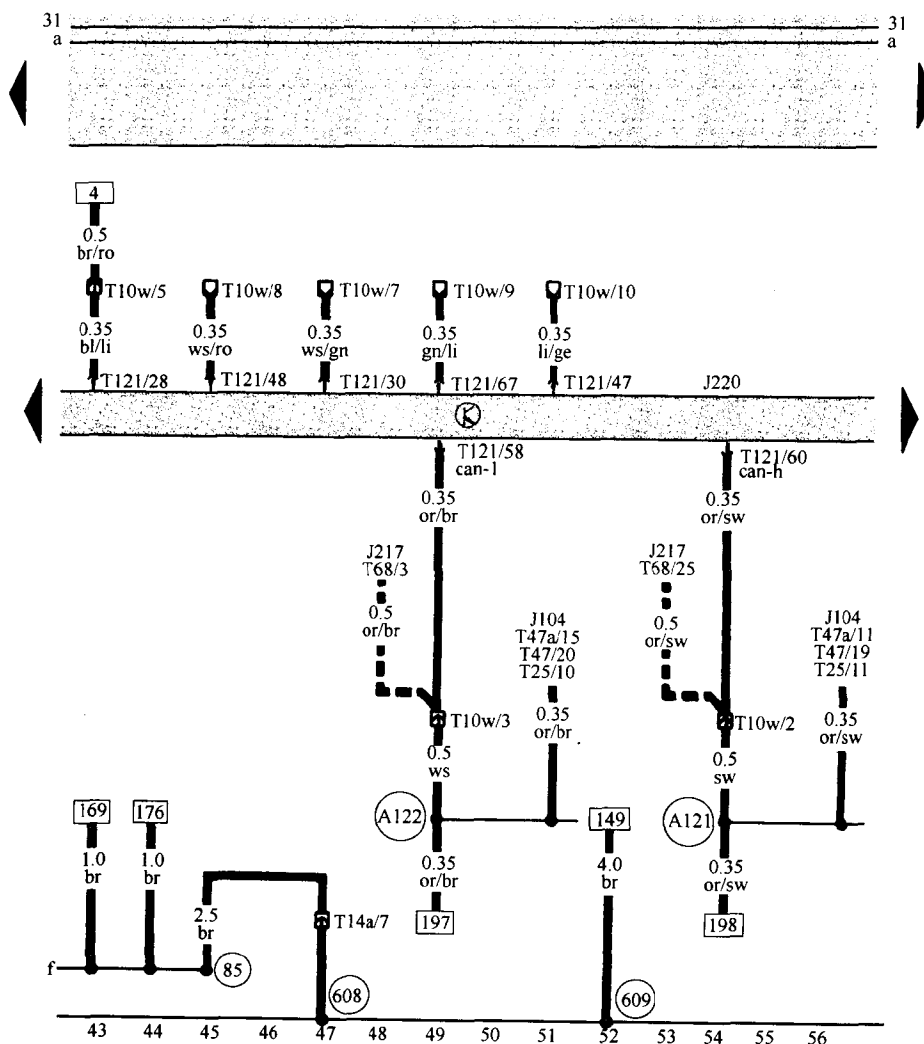

图 1-7 ARZ 发动机控制单元电路图
(7) 多点喷射控制单元(ARZ 发动机)(如图 1-7 所示)